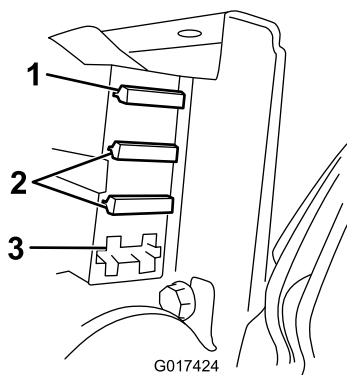

Figura 36
3. Controllate i fusibili nel portafusibili (Figura 36).
- Se uno o più fusibili sono saltati, sostituiteli con fusibili del voltaggio e amperaggio opportuno (Figura 36).